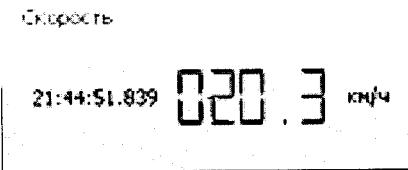

Рисунок 3
8.3.2 Установить на имитаторе ИС-24Д значение имитируемой скорости 20 км/ч (Удейтв. км/ч). В окне приложения «Скорость» считать значение измеренной детектором скорости (рисунок 3).